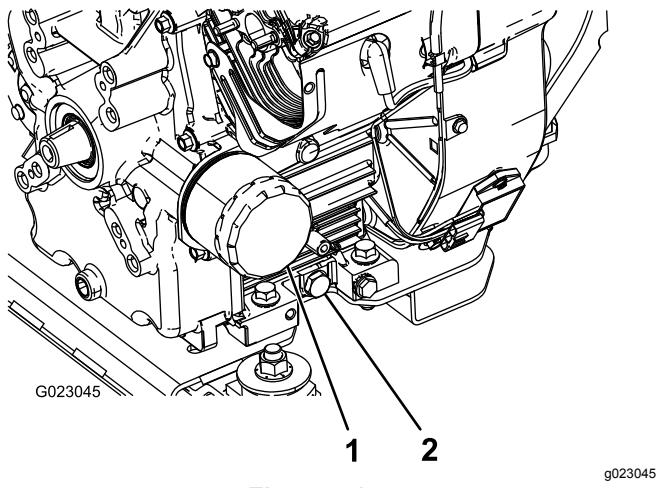

Figure 41
5. Enlevez le bouchon de vidange (Figure 41).
2. Déposez le filtre à huile (Figure 41).
5. Posez le filtre à huile de rechange sur l'adaptateur. Tournez le filtre dans le sens horaire jusqu'à ce que le joint rejoigne l'adaptateur, puis donnez ½ tour supplémentaire (Figure 41).